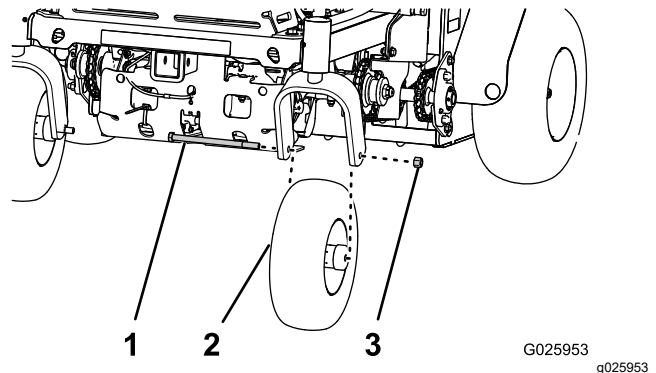

Figure 35
3. Retirez l'écrou et le boulon de roue, et déposez la roue pivotante de la fourche (Figure 35).
- Placez le trou dans l'arbre de la roue pivotante entre les trous de la fourche (Figure 35).
- Fixez l'ensemble roue à la fourche au moyen de l'écrou et du boulon (Figure 35) que vous avez retiré à l'opération 3 de Dépose des roues pivotantes (page 40).